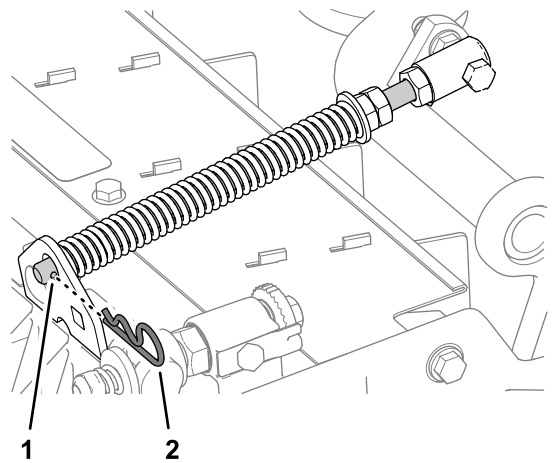

Figura 15
2. Certifique-se de que o gancho está instalado no orifício traseiro na haste da mola (Figura 15).